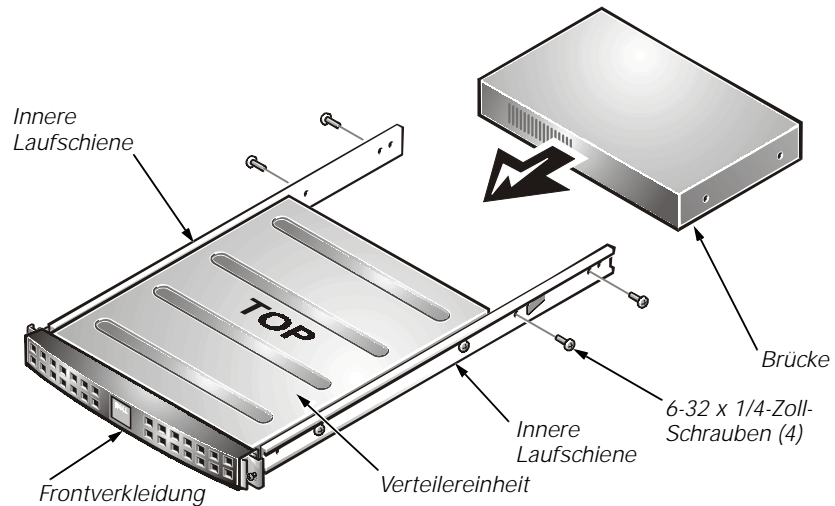

Abbildung 3-3. Die Brücke an der Verteilereinheit anbringen
3. Die Öffnungen der inneren Laufschienen mit den Öffnungen an der Seite der Brücke ausrichten (siehe Abbildung 3-3).